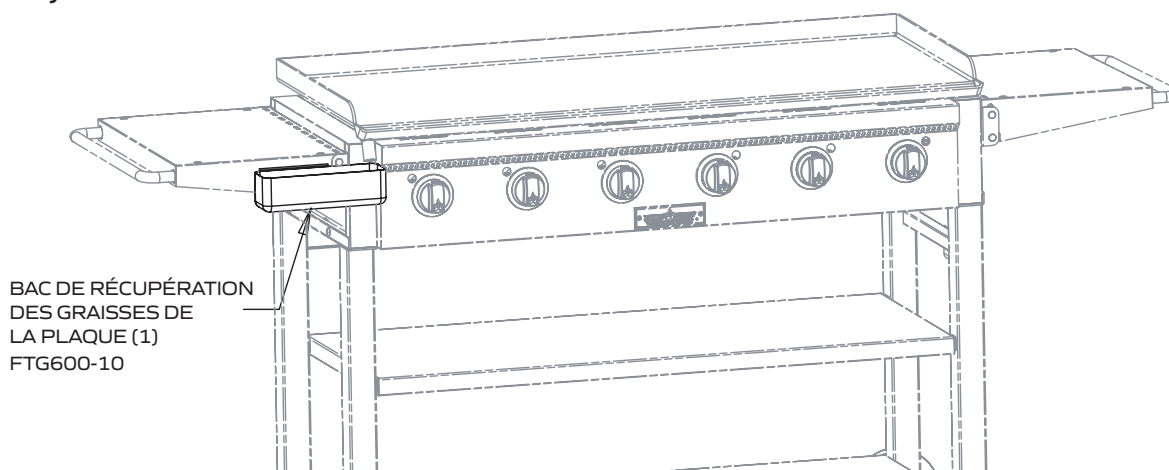

FIG 8
18. Monter le support du bac de récupération des graisses de la plaque comme indiqué à la Figure 8. (Remarque : veiller à ce que le bac de récupération des graisses soit poussé à fond à droite afin que le tuyau d'évacuation des graisses de la plaque soit au-dessus de lui.)